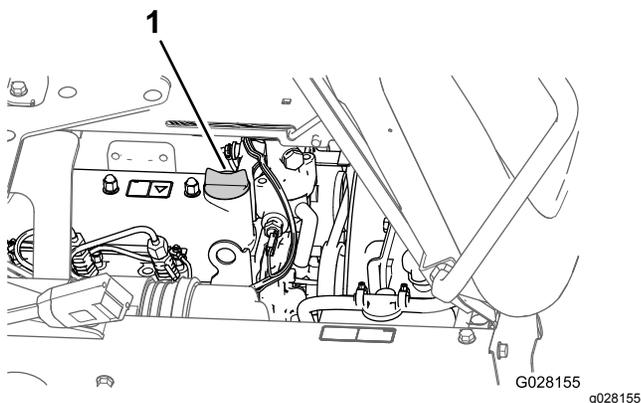

Figura 72
vierta lentamente aproximadamente el 80% de la cantidad especificada de aceite por el cuello de llenado (Figura 72).
8. Instale el tapón de llenado de aceite en el cuello de llenado (Figura 72).